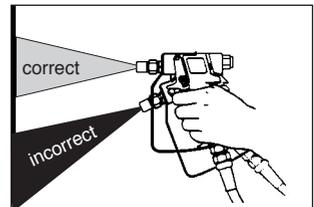

Fig. 20: Angle de pulvérisation
- Placez le pistolet de pulvérisation à angle droit (90°) par rapport à la surface à revêtir. Si le pistolet de pulvérisation présente un angle différent, le revêtement ne sera pas homogène et il y aura des traces (Fig. 20).